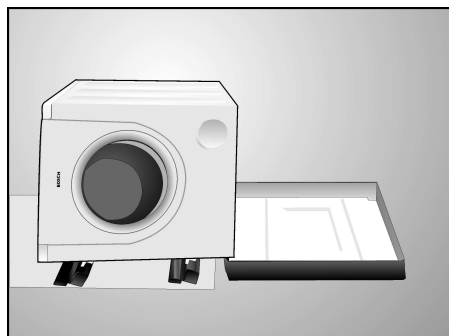

Figure 6
4. Couchez l'appareil sur son côté **GAUCHE** (voir la Figure 6).